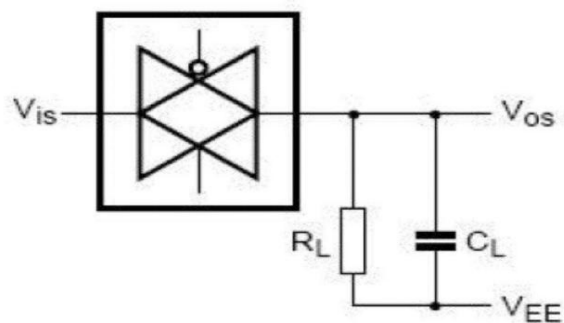

图 8、方波失真度、关断频率和导通频率测试图
- 2、 RL = 1 kΩ; CL=5pF, 通道关断, 20logVos/Vis=50dB, 见图8
- 3、 RL = 1 kΩ; CL=5pF, 通道开, 20logVos/Vis=-3dB, 见图8